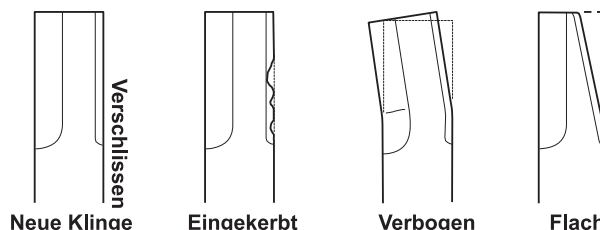

Abb. 33
1 Vergewissern Sie sich, dass die Klinge (S) keine Kerben, Verbiegungen und keinen Verschleiß aufweist. (Siehe Abb. 33)